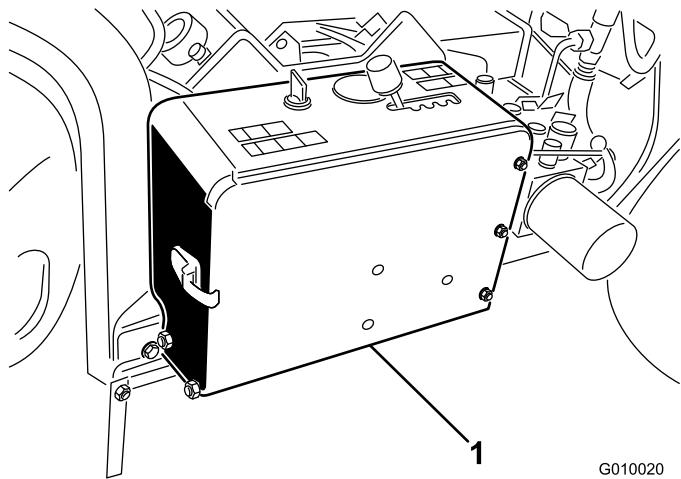

Figura 5
- Retire a bateria do compartimento da bateria (Figura 5).